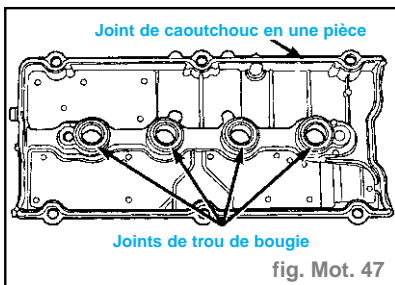

fig. Mot. 47
- Poser les nouveaux joints de cache-culbuteurs et de trou de bougie (fig. Mot. 47)